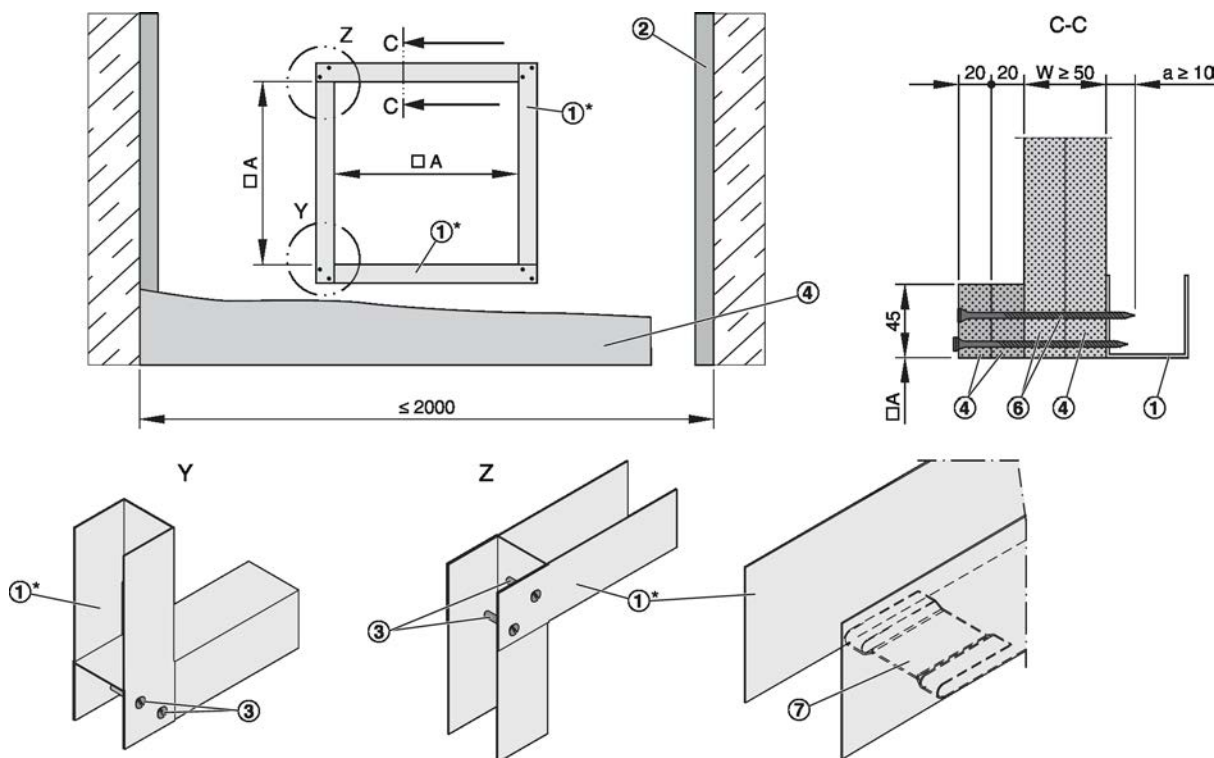

Abb. 58: Schachtwand ohne Metallständer und einseitiger Beplankung
- Schachtwand nach Herstellerangaben errichten und Einbauöffnung mit Aufdoppelung herstellen, siehe Abb. 58